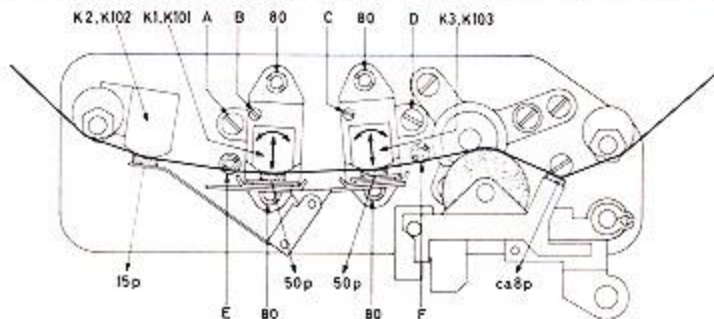

Bild 5
b) Bandführung (Bild 5)
9. Höheneinstellung des A/W-Kopfes K1/K101 und des Wiedergabekopfes K3/K103 (Bild 5)
10. Senkrechteinstellung des A/W-Kopfes K1/K101 und des Wiedergabekopfes K3/K103 (Bild 5)
Einstellung K1/K101. Gerät in Wiedergabestellung. Spurumschalter (Sch4) in Stellung 1-4 (2-5). Geschwindigkeitsumschalter in Stellung 9,5 cm/sec. Schraube A, links neben K1/K101, so verdrehen, daß das 13000 Hz-Signal ein Maximum hat. Schraube B bei Kopf K1/K101 lösen. Kopf K1/K101 von Hand so justieren, daß die Berührung des Bandes mit dem Kopf am größten ist und das Band noch gerade die Bandführung B berührt. (Siehe Pfeilrichtung, Bild 5). Die Ausgangsspannung darf hierbei nicht absinken. Schraube B anziehen. Diese Einstellung prüfen, während der Andruckfilz wieder anliegt. Die Ausgangsspannung darf sich nicht geändert haben.